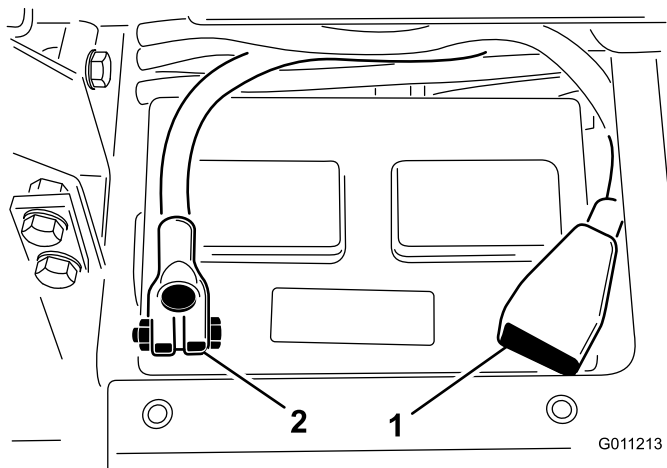

図 5
4. プラスケーブル赤をバッテリーのプラス+端子に取り付け、T ボルトとナットで固定する 図 5。
5. マイナスケーブル黒をバッテリーのマイナス端子に取り付け、T ボルトとナットで固定する 図 5。